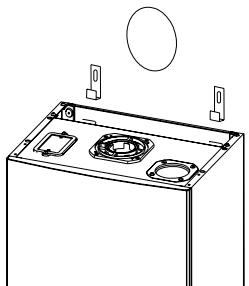

Рисунок 7.3 Установка газового котла
- Поднимите газовый котел и наденьте на кронштейны отверстиями на задней панели газового котла (смотрите рисунок 7.3.);